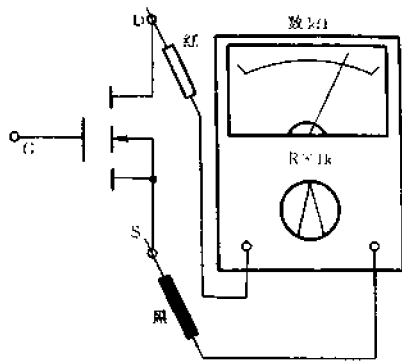

图 4-165 测量 VMOS 管的  $R_{GD}$
① 将万用表置于  $R \times 1k$  挡, 先将被测 VMOS 管的栅极 G 与源极 S 用镊子短接一下, 然后将红表笔接漏极 D, 黑表笔接源极 S, 所测阻值应为数千欧。具体操作如图 4-165 所示。